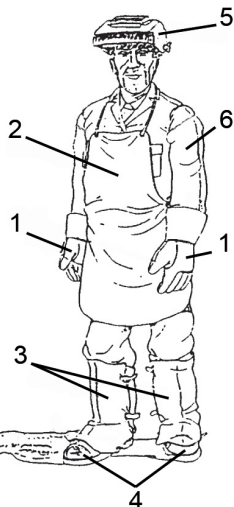

Fig.1
• Gli operatori e loro assistenti devono proteggere il proprio corpo indossando tute di protezione chiuse e non infiammabili, senza tasche o risvolti. Eventuali tracce di olio o grasso devono essere rimosse da tutti gli indumenti prima di indossarli. Indossare solo indumenti marchiati CE e idonei per la saldatura ad arco (Fig. 1):